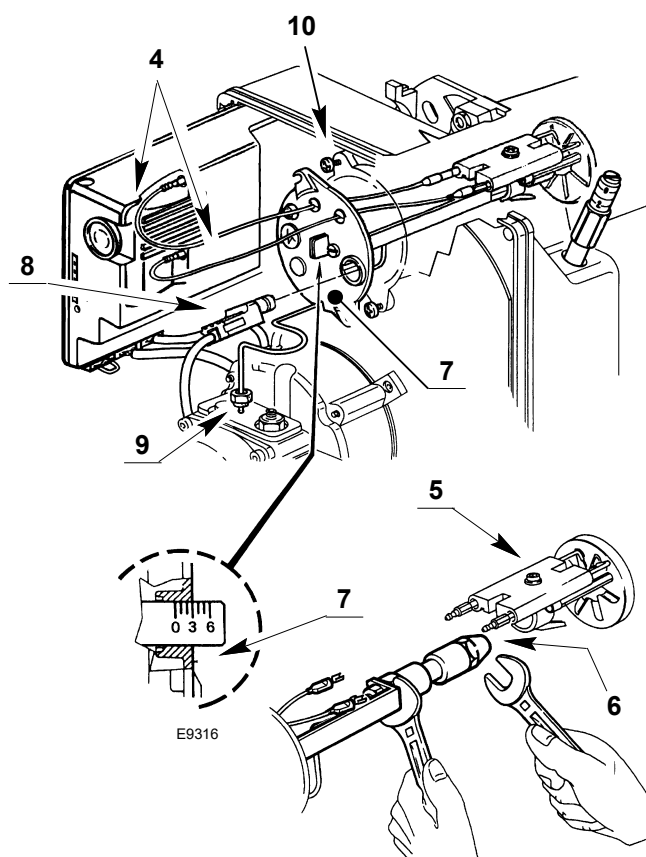
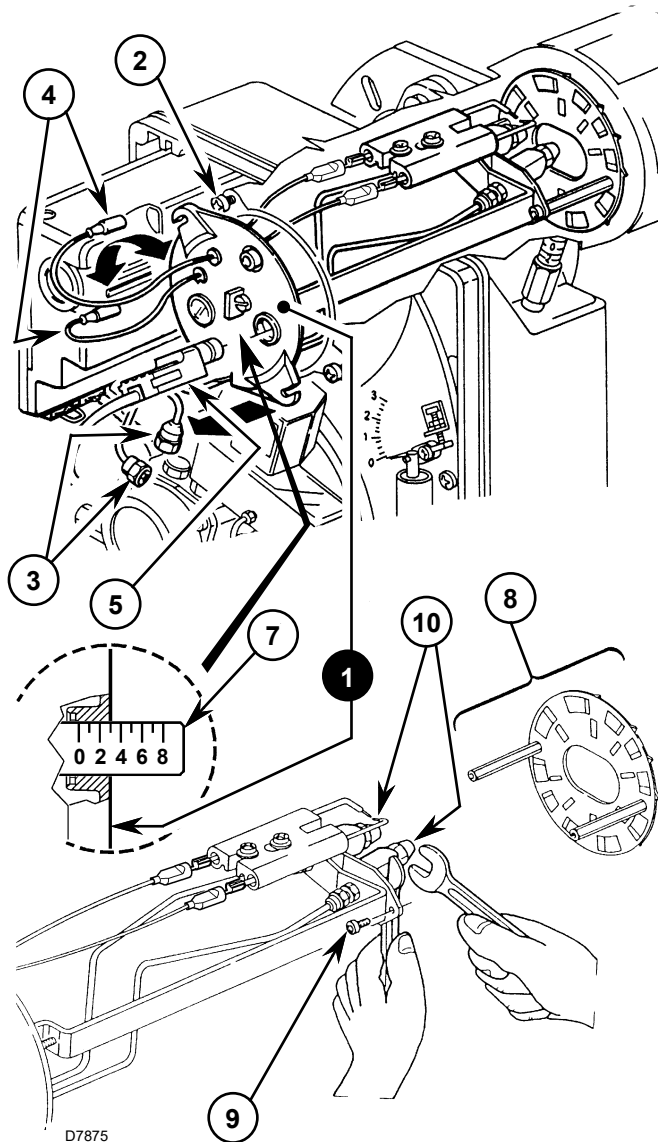

Fig. 14
Fig. 15
Girar en sentido horario o antihorario el tornillo de regulación hasta que la muesca de la brida de regulación 7) Fig. 14 y Fig. 15 coincida con el plano exterior del grupo portaboquilla 1) Fig. 15.
la brida de regulación 7) Fig. 15 está calibrada en la muesca 3; esto significa que el quemador está regulado para un caudal de 2,00+2,00 GPH a 12 bar, como se indica en la Tab. I en la pág. 58.
Para acceder a las boquillas **para quemadores Tipo 394T1 - 397T1** (Fig. 14) se deben efectuar las siguientes operaciones:
Para acceder a la boquilla **para quemadores Tipo 398T1** (Fig. 15) se deben efectuar las siguientes operaciones:
- Extraer el grupo portaboquillas 1)(Fig. 15) después de aflojar los tornillos 2), desenroscar las tuercas 3), retirar los cables 4) de la caja de control y el sensor llama 5).